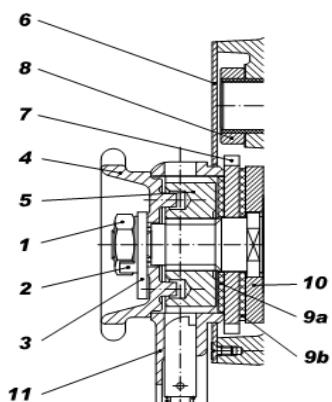

Рис. 8 Монтаж тормоза.
Ослабьте шайбы (2) и снимите гайку (1). Снимите шайбу (2) и упор (3), ручное колесо (4), колесо (5) и ручной рычаг (11). Снимите кожух (6) и тормозной вкладыш (9a), рогатку (7), и тормозной вкладыш (9b) и шайбу (10). Смонтируйте. (рис. 8).
Снимите гайку (1) снимите и поверните упор (3) чтобы между зубом (2A или 2B) был угол 50 градусов. В случае не возможности достичь требуемого, рис. 8. Регулировка тормоза снимите ручное колесо (4), затем поверните таким образом, чтобы между упором (3) и некоторым из зубов (2A или 2B) был требованный угол. Проведите испытание тормоза.
3. Проверьте тормозные колодки, собачку и рогатку, (детали 9a, 9b, 7 и 10 на рис. 8), очистите.